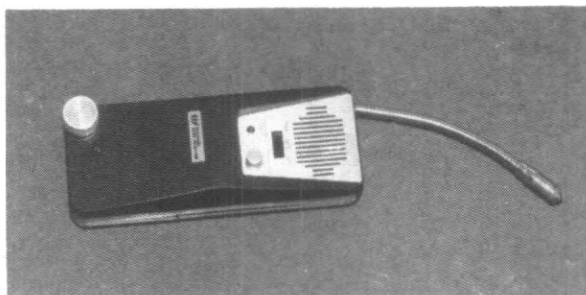

FIGURE 2
- 2) Détecteur de fuite (figure 2).